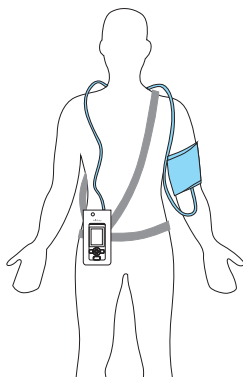
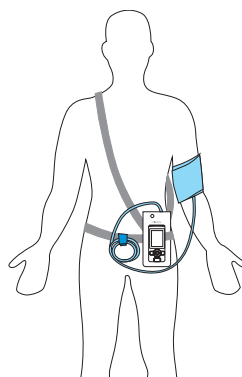

Figure 3-6 Placement du tuyau autour du cou
Figure 3-7 Fixation du tuyau à la taille
3. Fixez la sacoche sur le patient avec des attaches autour de l'épaule du patient et sous le bras, comme illustré à la Figure 3-6 et à la Figure 3-7.
5. Appliquez le tuyau. Vous pouvez placer le tuyau autour du cou (comme indiqué à la Figure 3-6) ou le fixer à la taille (comme indiqué à la Figure 3-7).